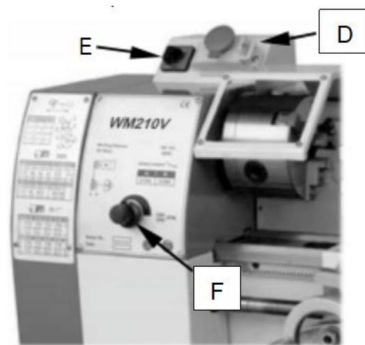

Fig.9
1. Urgence : Bouton ON.OFF Interrupteur (D, Fig. 9)
2. Commutateur de commutation (E, Fig. 9)
3. Interrupteur de commande de vitesse variable (F, Fig. 9)